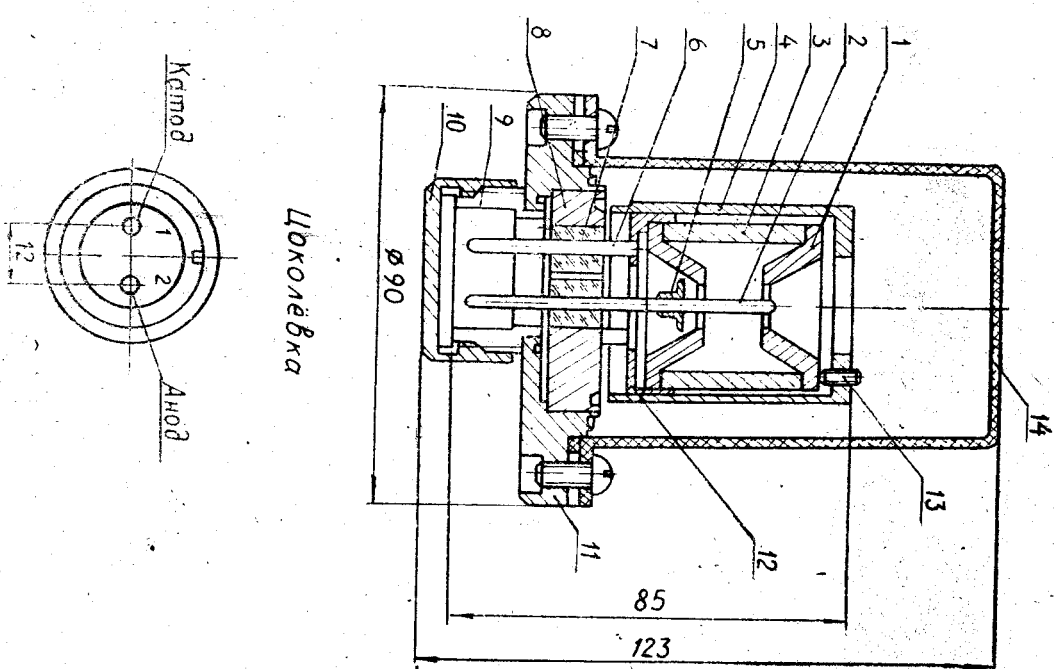

Рис. 1
5.2. Электродная система преобразователя монтируется на фланце 8 (рис. 1), имеющем четыре изолятора 7, изготовленных методом напряженного вакуумного спая нержавеющей стали и непроводящего стекла С85-2.
Для разборки преобразователя снимите держатель 4 (рис. 1). Для этого нужно отверткой, изготовленной из немагнитного материала, ослабить винты 13 и повернуть держатель, чтобы его выступы вошли в пазы чашки. Снимите катод. Разборка катода производится с помощью отвертки. Отвертка вставляется в отверстие од-